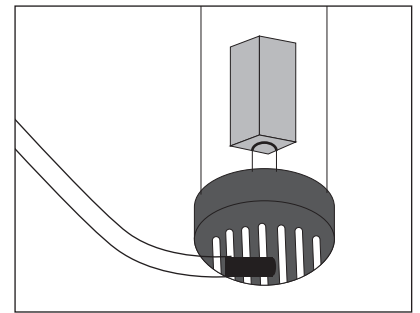

図 1
- A) プロテインスキマーにエアーチューブを取り付けます。(図 1)